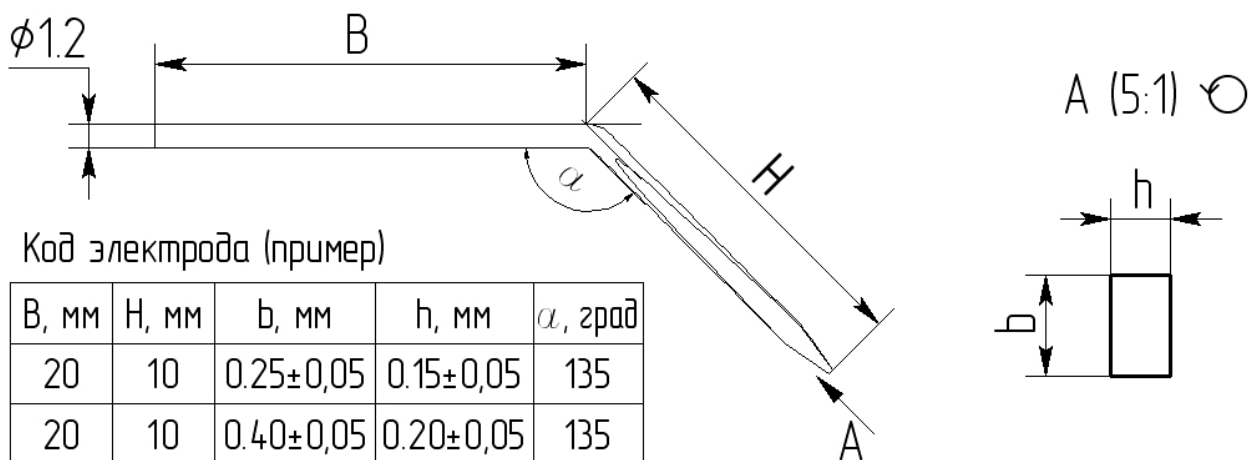

Рис. 2. Инструмент с установленной перемычкой.
1.3.2 Вид инструмента с установленной переключкой показан на рис. 2